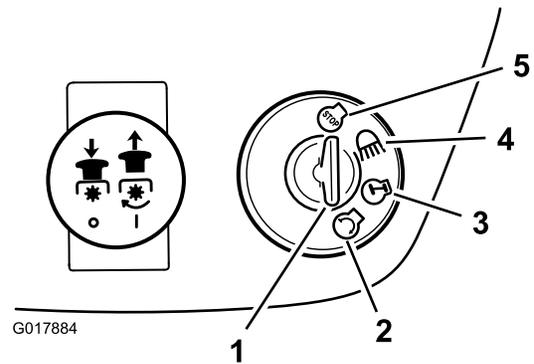

Bild 10
7. Drehen Sie den Zündschlüssel nach rechts und halten ihn auf Start (Bild 10).
2. Drehen Sie den Zündschlüssel auf die Aus-Stellung (Bild 10).